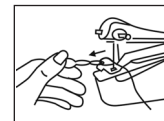

Abb. 12
- 4) Ziehen Sie die Einfädelhilfe mitsamt Faden von hinten nach vorn durch das Nadelöhr (siehe Abb. 12). Entfernen Sie die Einfädelhilfe.